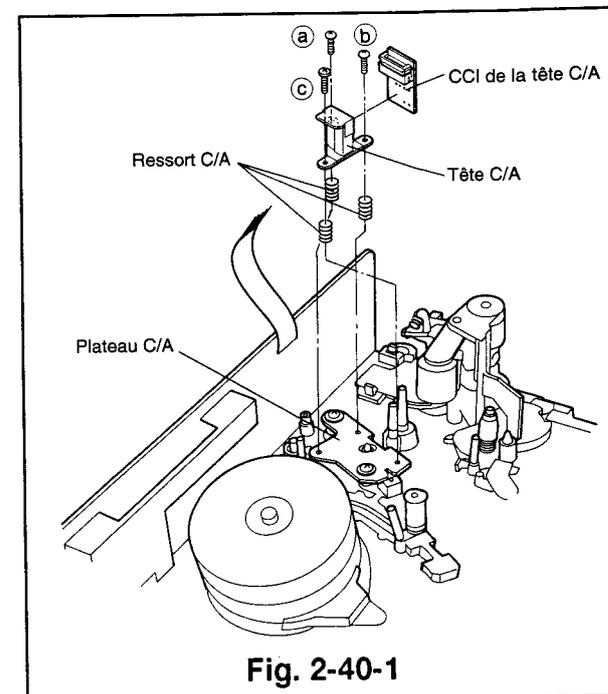

Fig. 2-40-1
- 2) Enlever les trois vis (a, b, c) illustrées dans la Fig. 2-40-1 pour déposer la tête C/A.
- 3) Dessouder la CCI du préamplificateur de la tête C/A. (Voir la Fig. 2-40-1)
- 1) Remonter la tête C/A munie du ressort C/A au moyen des trois vis (a, b, c) comme illustré dans la Fig. 2-40-1.